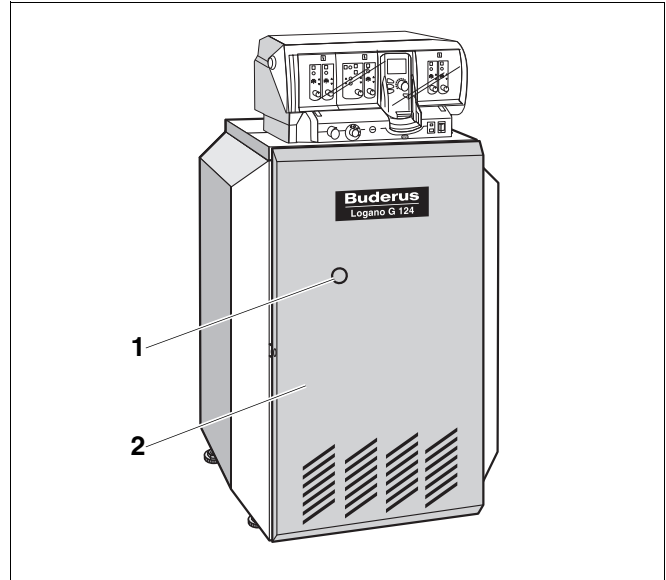

Abb. 62 Brennerstörungen beheben
Bei einer Brennerstörung leuchtet die Störlampe am Entstörtaster (Abb. 62, **Pos. 1**) des Heizkessels.
Sie können den Entstörtaster am Brenner durch die Bohrung (Abb. 62, **Pos. 1**) in der Kesselvorderwand (Abb. 62, **Pos. 2**) betätigen. Sie müssen die Kesselvorderwand nicht demontieren.
- Den Entstörtaster (Abb. 62, **Pos. 1**) des Brenners drücken.